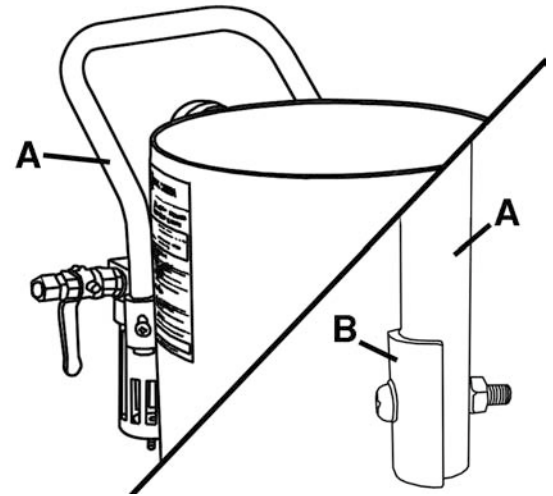

Figure 4
Trouvez la poignée de transport (A) Fig.4 et fixez-la au 2 supports (B) en utilisant une vis à tête bombée, une rondelle et un écrou hexagonal sur chaque côté.